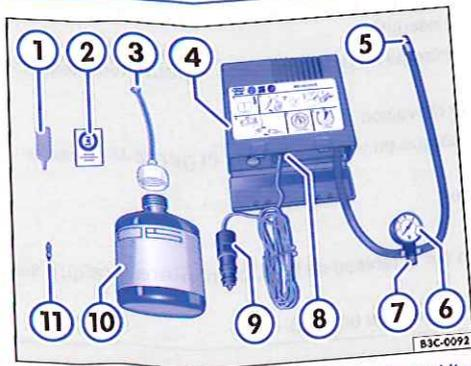

Fig. 246 Schéma de principe : éléments du kit de crevaison.
Le kit de crevaison peut se trouver à différents endroits du véhicule, par ex. dans le rangement latéral du coffre à bagages ou sous le plancher modulable de coffre à bagages. Il se compose des éléments suivants ⇒ fig. 246 :
12. Collez l'autocollant  $\Rightarrow$  fig. 246  du kit de crevaison sur le tableau de bord, de manière à ce qu'il se trouve dans le champ de vision du conducteur.
Dévissez l'obus de valve de la valve du pneu à l'aide de l'extracteur d'obus  $\Rightarrow$  fig. 246  et placez-le sur un support propre.
- Vissez fermement le flexible de remplissage  $\Rightarrow$  fig. 246  sur la bouteille de produit de colmatage des pneus dans le sens des aiguilles d'une montre. Le film situé sur le bouchon est alors automatiquement percé.
- Retirez le bouchon du flexible de remplissage  $\Rightarrow$  fig. 246  et enfoncez l'extrémité libre sur la valve.
- Revissez l'obus de valve dans la valve du pneu à l'aide de l'extracteur d'obus  $\Rightarrow$  fig. 246 .
- Vissez fermement le flexible de gonflage du pneu ⇒ fig. 246 ⑤ du compresseur d'air sur la valve du pneu.
- Veillez à ce que la vis de décharge de pression d'air ⇒ fig. 246 ⑦ soit fermée.
- Branchez la fiche électrique ⇒ fig. 246 ⑨ dans une prise de courant 12 volts du véhicule ⇒ page 186.
- Mettez en marche le compresseur d'air à l'aide de l'interrupteur MARCHE/ARRÊT ⇒ fig. 246 ⑧.
- Faites fonctionner le compresseur d'air jusqu'à l'obtention d'une pression de 2,0 à 2,5 bars (29 – 36 psi / 200 – 250 kPa) ⇒ ⚠. **Durée maximale de fonctionnement de 8 minutes** ⇒ ⑩.
Raccordez à nouveau le flexible de gonflage du pneu ⇒ fig. 246 ⑤ et consultez la pression indiquée sur le manomètre ⑥.